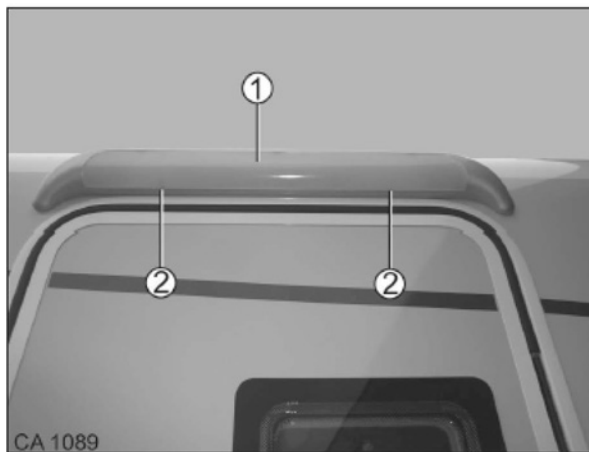

Fig. 173 Éclairage de l'auvent
1. Pour nettoyer le recouvrement : desserrer les clips (Fig. 173/2) et enlever le recouvrement (Fig. 173/1).